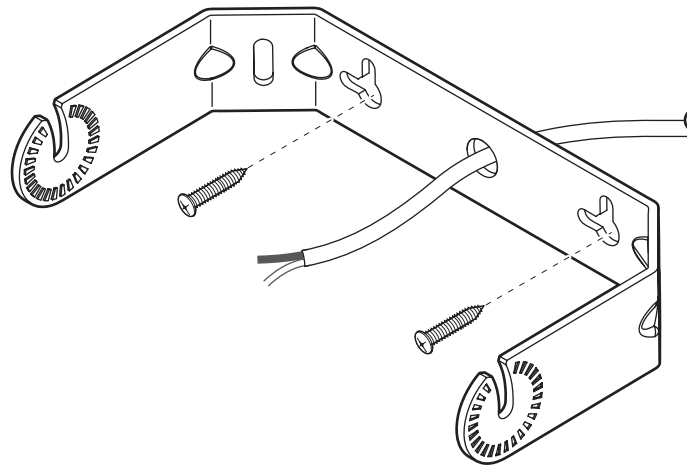

Fig. 2 / Fig. 2 / Abb. 2 / Fig. 2 / Fig. 2 / Fig. 2
**STEP 2:** Pull the speaker wires through the center hole of the speaker bracket (included). Attach the speaker bracket to the mounting surface using the appropriate hardware (not included) for the surface. Mount the speaker bracket vertically, horizontally, or angled in a corner, as desired. (Fig. 2)
**ÉTAPE 2 :** Tirer les fils de haut-parleur à travers le trou central du support du haut-parleur (inclus). Fixer le support du haut-parleur sur la surface de montage à l'aide d'un outil adapté (non inclus) à cette surface. Fixer le support du haut-parleur à la verticale, à l'horizontale ou dans l'angle d'un coin, au choix. (Fig. 2)
**SCHRITT 2:** Führen Sie die Lautsprecherkabel durch das mittlere Loch in der Halterung (mitgeliefert). Befestigen Sie die Halterung mit dem passenden Werkzeug (nicht mitgeliefert) an der Montagefläche. Befestigen Sie die Halterung für den Lautsprecher je nach Wunsch senkrecht, waagrecht oder schräg. (Abb. 2)
**PASSAGGIO 2:** far passare i cavi del diffusore attraverso il foro centrale della staffa diffusore (inclusa). Fissare la staffa diffusore alla superficie di montaggio utilizzando gli strumenti e i materiali necessari (non inclusi). Montare la staffa diffusore in senso verticale, orizzontale o angolare secondo le proprie preferenze. (Fig. 2)
**PASSO 2:** Puxe os fios de coluna através do orifício central do suporte da coluna (incluído). Aplique o suporte da coluna à superfície de montagem utilizando o hardware adequado (não incluído) para a superfície. Monte o suporte da coluna conforme desejado, verticalmente, horizontalmente ou em ângulo no canto. (Fig. 2)
**PASO 2:** pase los cables para altavoces por el orificio central del soporte del altavoz (incluido). Una el soporte del altavoz a la superficie de montaje utilizando los elementos de ferretería precisos (no incluidos) para la superficie. Puede montar el soporte del altavoz de manera vertical, horizontal o con ángulo en una esquina, como desee. (Fig. 2)